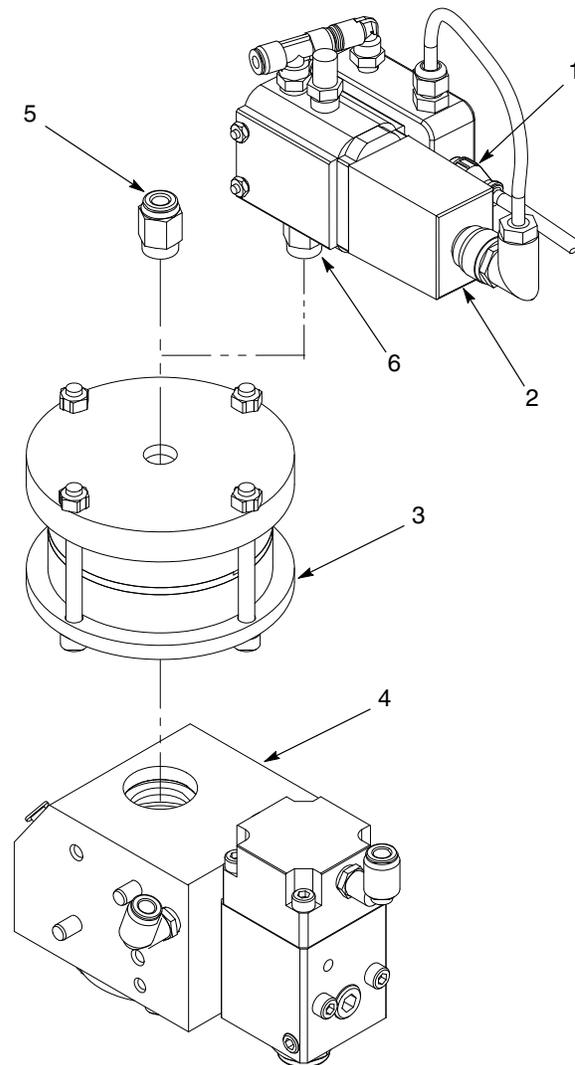

Figura 9 Sostituzione del gruppo cilindro pneumatico
1. Vedi figura 9. A seconda della configurazione del regolatore CP II, eseguire uno dei seguenti: